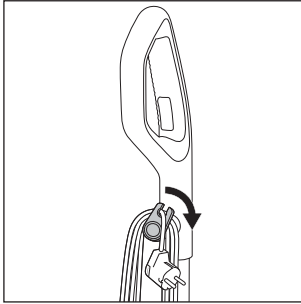

Abb. 16
- ♦ Wickeln Sie das Netzkabel (17) vollständig von den Kabelhaltern oben und unten (16/20) ab. Um das Netzkabel (17) schnell von den Kabelhaltern (16/20) abzuwickeln, ziehen Sie den oberen Kabelhalter (16) etwas heraus und drehen Sie diesen nach unten (siehe Abb. 16).